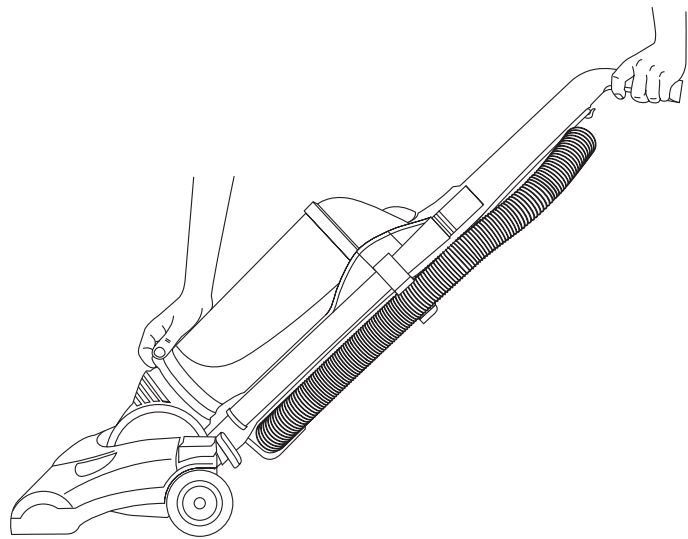

FIG. 15
Step 6: Use Stair Handle. (FIG. 15) For use when cleaning stairs or upholstery, hold the cleaner by the regular handle with one hand and by the stair handle with the other hand.
Étape 6 : Utilisation de la poignée. (FIG. 15) Pour le nettoyage d'escaliers. Pour nettoyer les marches d'escalier ou les meubles rembourrés, tenez l'aspirateur par le manche d'une main et par la poignée de l'autre main.
Paso 6: Uso de la manija para escaleras. (FIG. 15) Para limpiar escaleras o muebles, sostenga la aspiradora por la manija normal con una mano y por la manija para escaleras con la otra.
Étape 7 : Utilisation de la pédale de dégagement du manche (FIG. 15). Posez un pied sur la pédale (FIG. 15a) de dégagement du manche et placez le manche dans une position confortable en le tirant vers l'arrière. Appuyez de nouveau pour baisser le manche davantage afin de nettoyer sous les meubles. Replacez en position de rangement pour utiliser le boyau et les accessoires.